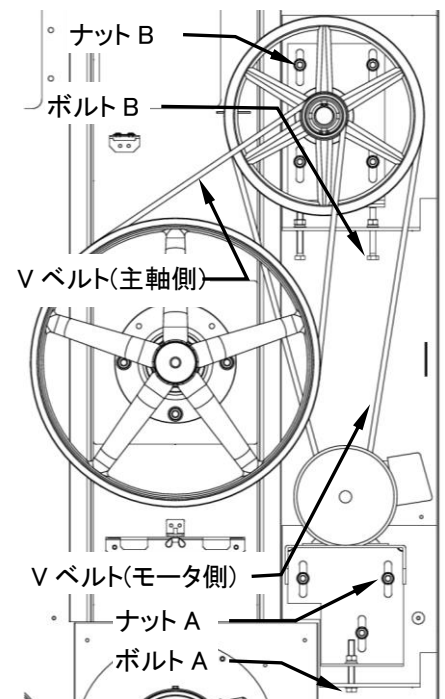

図 9-1
9.3.1 Vベルト(図 9-1)
- ・ 機械後方に回り、V ベルト(主軸側)を外します。(図 9-1)